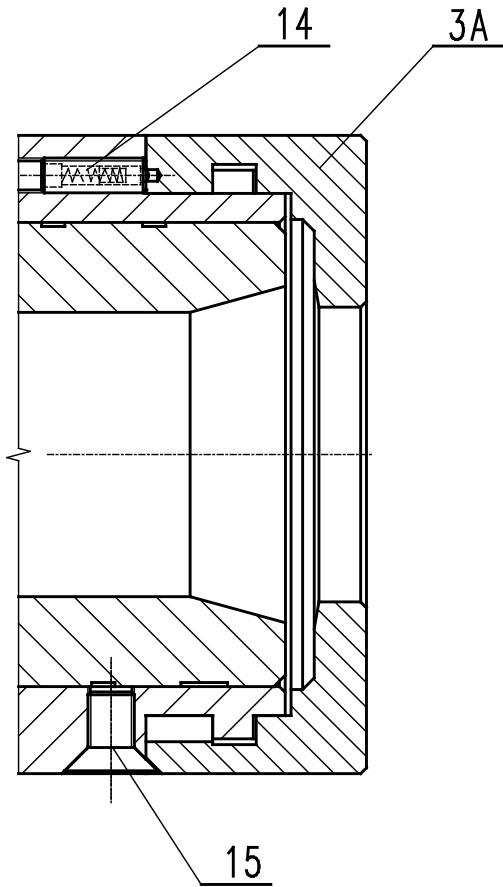

Abb.1a Spannfutter 2905- S
- Bajonettverschluss (3A) Abb. 1a,
- Verdreh sicherungsschraube (15),
- Dornverschluss (14).